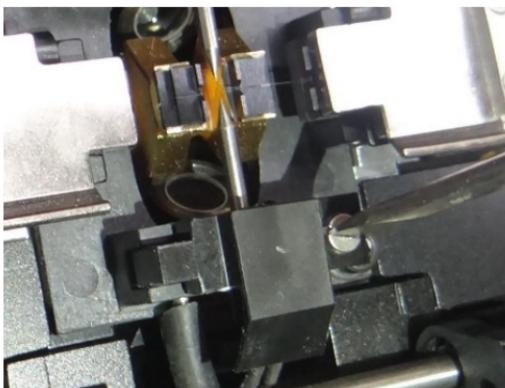

Abbildung 5.4
2. Lösen Sie die Gewindestifte der Elektrodenabdeckung und entfernen Sie die Elektrodenabdeckung, wie in Abbildung 5.4 dargestellt.